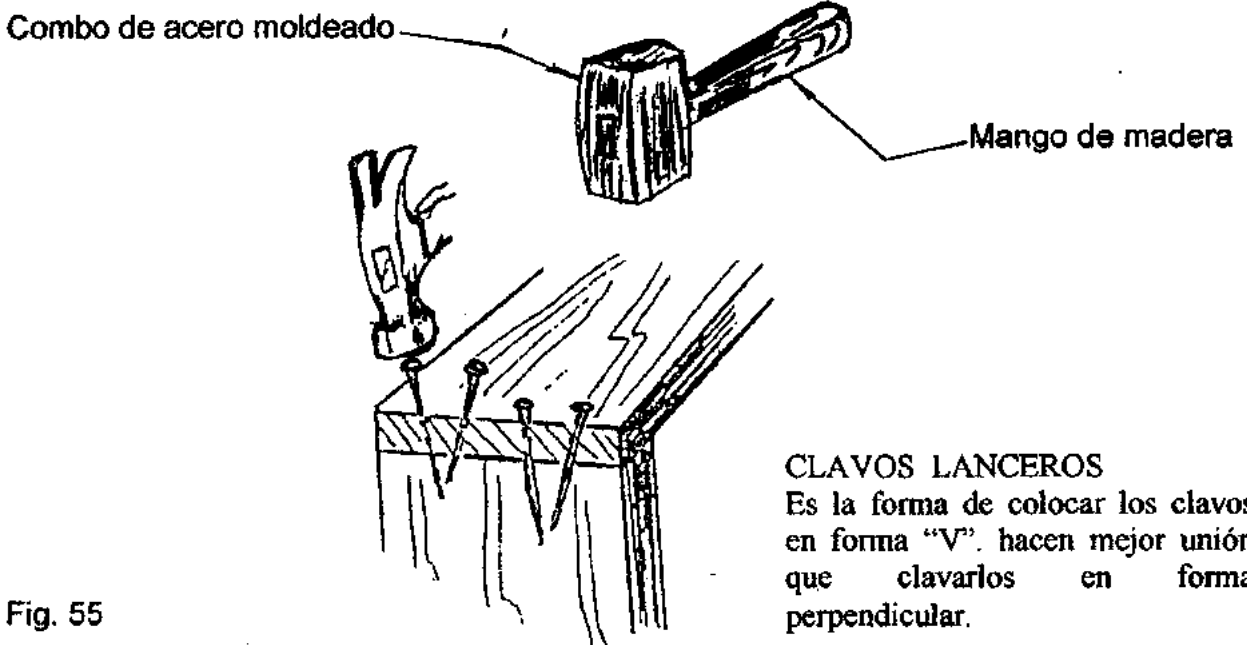

Fig. 55
- 3.2.- Coja el martillo por el mango a distintas distancias de la cabeza y establezca la diferencia de eficacia y esfuerzo al clavar clavos de 1", 2" y 3" de largo (fig. 55 y 56).